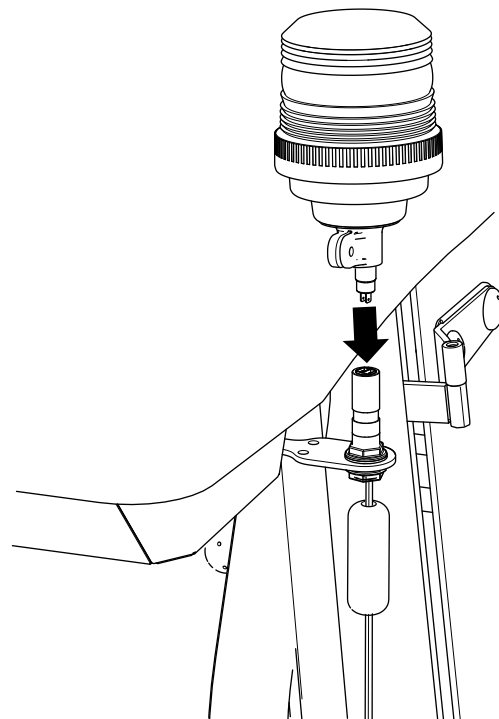

Figure 18
5. Assemblez le gyrophare sur le haut de son support (Figure 18).